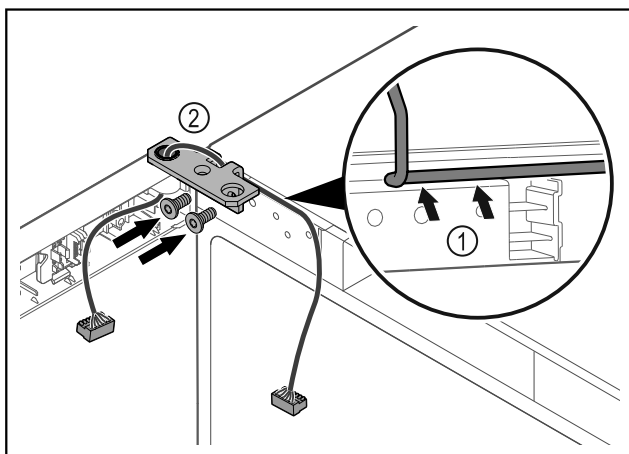

Fig. 48
- 将电缆穿过合页角铁的缺口并小心铺设 Fig. 48 (1)。
- 拧上合页角铁 Fig. 48 (2)。